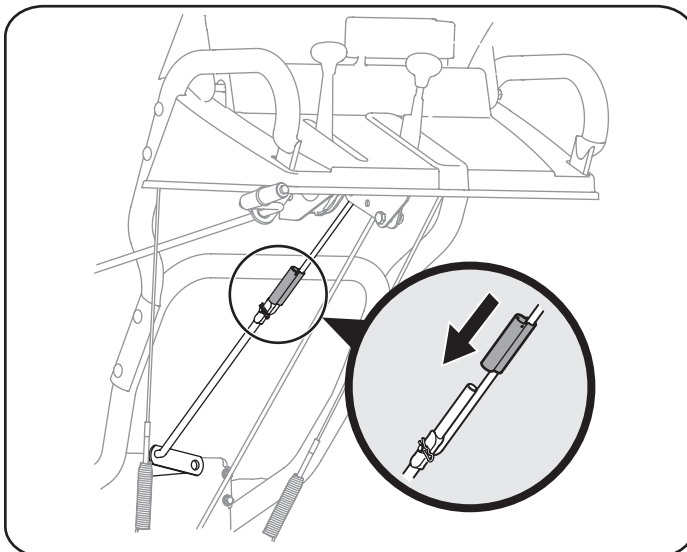

Figura 2
3. Alinee las varillas de cambios inferior y superior, luego deslice el conector de la varilla de cambios hacia abajo, por encima del extremo de la varilla de cambios inferior. Dé unos golpecitos en el conector hasta que la varilla inferior atraviese totalmente el conector. Vea la Figura 2.